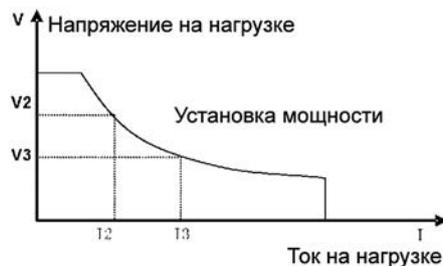

Рис. 6. Зависимость напряжения от тока в режиме постоянной мощности (CP)
В режиме Constant Power (CP) нагрузка рассеивает заданную постоянную мощность ($P=V \times I$). При изменении напряжения или тока на выходе источника питания, т.е. на входе электронной нагрузки, изменится, соответственно, ток или напряжение, протекающий через нагрузку, таким образом, чтобы мощность рассеивания на нагрузке осталась неизменной (рис. 6).